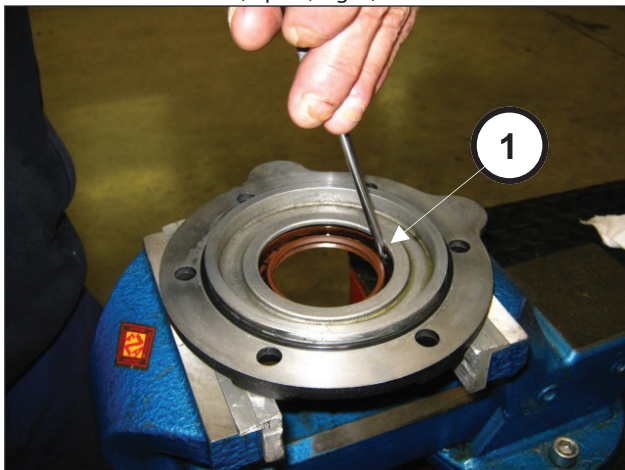

Fig. 9
Dégager le joint SPI du couvercle de pignon en agissant par l'intérieur du couvercle (rep. ①, Fig. 9).